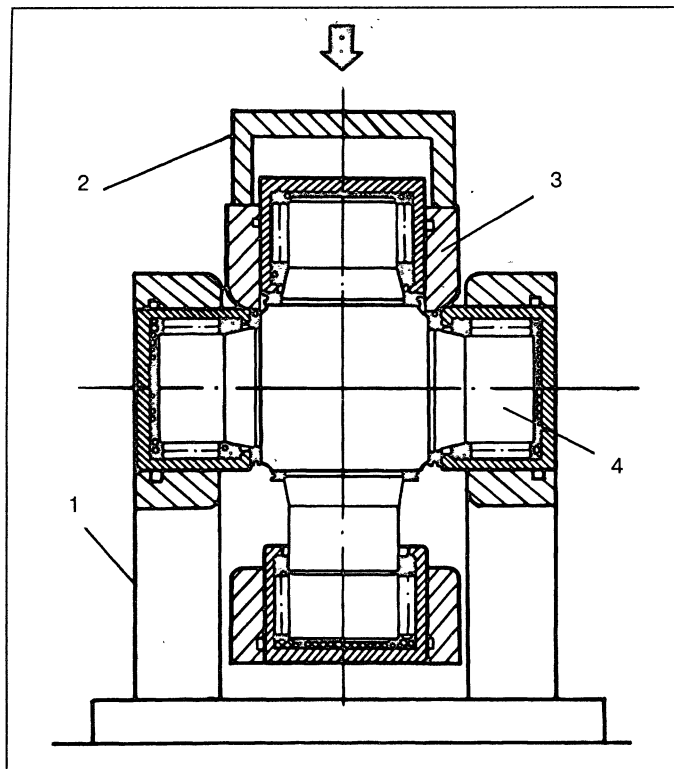

Рис. 3-50. Разборка карданного шарнира: 1 – опора пресса; 2 – втулка; 3 – вилка шарнира; 4 – крестовина
– установите карданный вал одной из вилок карданного шарнира на опору 1 (рис. 3-50) прессы. Через специальную втулку 2 штоком прессы переместите другую вилку 3 шарнира вниз до упора в крестовину;